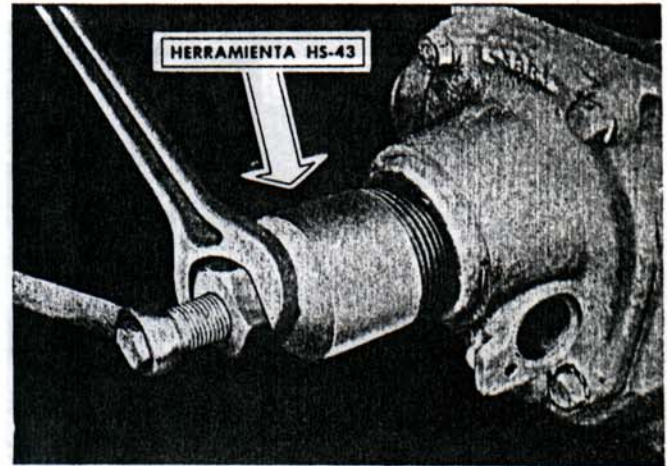

Fig. 87. — Extrayendo el retén de aceite de la extensión trasera (caja simple tracción).
3. Sacar el retén de aceite con el extractor HS-43 (Fig. 87). Desechar inmediatamente el retén, sin reparar en su estado.